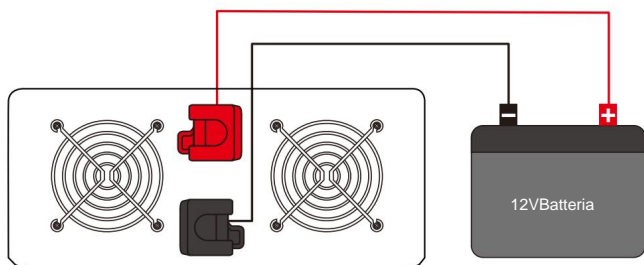

Figura 3
Schema di collegamento della batteria (vedere Figura 3)
- Fare riferimento allo schema elettrico nella Figura 3.